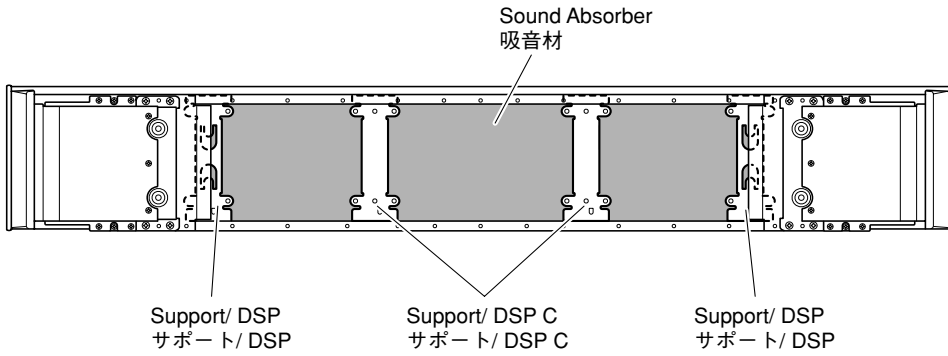

Fig. 9
- Remove 2 Supports/DSP and 2 Supports/DSP C. (Fig. 9)
- サポート/DSP 2個、サポート/DSP C 2個を取り外します。(Fig. 9)